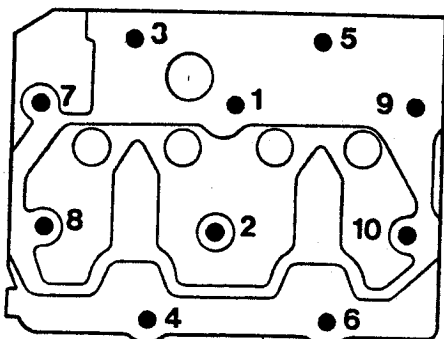

Fig. 30 Schéma de serrage, MD2010
5. Serrer les vis de culasse en trois étapes conformément à ci-après. Voir les schémas de serrage, figures 30 et 31.